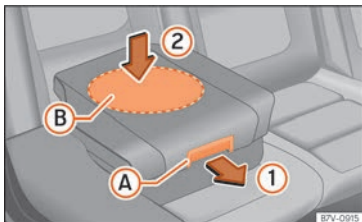

Fig. 99 Siège intégré pour enfants : abaisser l'assise.
- Tirez sur le coussin de siège vers l'avant avec le levier de déblocage »» fig. 99 (A) dans le sens de la flèche ①.
- Poussez l'assise vers le bas à travers la zone centrale (B) dans le sens de la flèche ② afin qu'elle s'encastre de manière sûre »» ❶. Les supports latéraux se rabattent automatiquement.
Si vous abaissez le siège intégré pour enfants, appuyez uniquement sur le centre du coussin de siège »» fig. 99 ②. Autrement, l'assise pourrait se tordre et ne pas s'encastrer correctement.